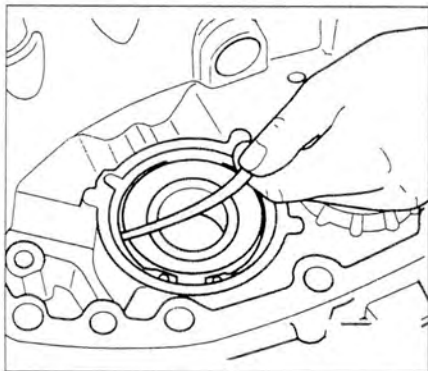

Рис. 5.56. Регулировка вторичного вала.
3. С помощью щупа измерьте зазор между шарикоподшипником и стопорным кольцом в трех точках (рис. 5.56). Определите толщину стопорного кольца и установите новое.